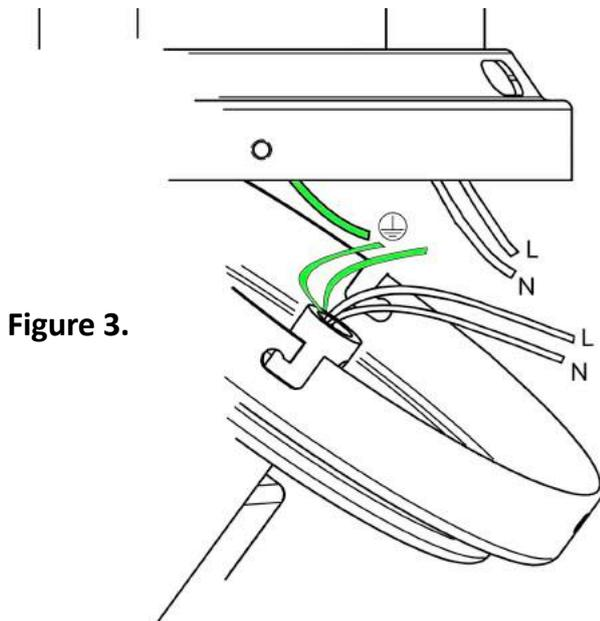

Figure 3.
- Avec un serre fil, raccordez le fil **L** du ventilateur avec le fil phase du plafond. Avec un autre serre fil, raccordez le fil **N** du ventilateur avec le fil neutre du plafond, puis avec le dernier serre fils raccordez les fils vert et jaune (terre) ensemble (voir figure 3)